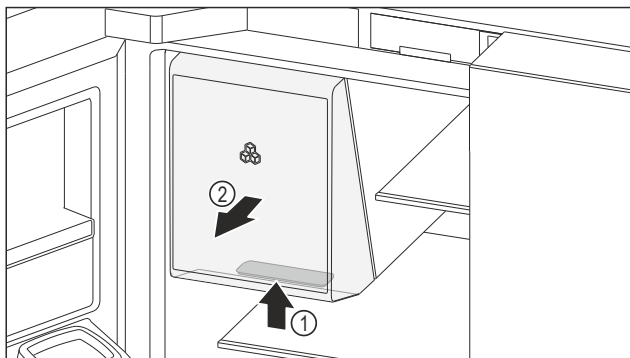

Fig. 166 Retrait du compartiment de stockage de glace
- Saisir la poignée encastrée Fig. 166 (1) du compartiment de stockage de glace par le bas et retirer le compartiment de stockage de glace par l'avant Fig. 166 (2).